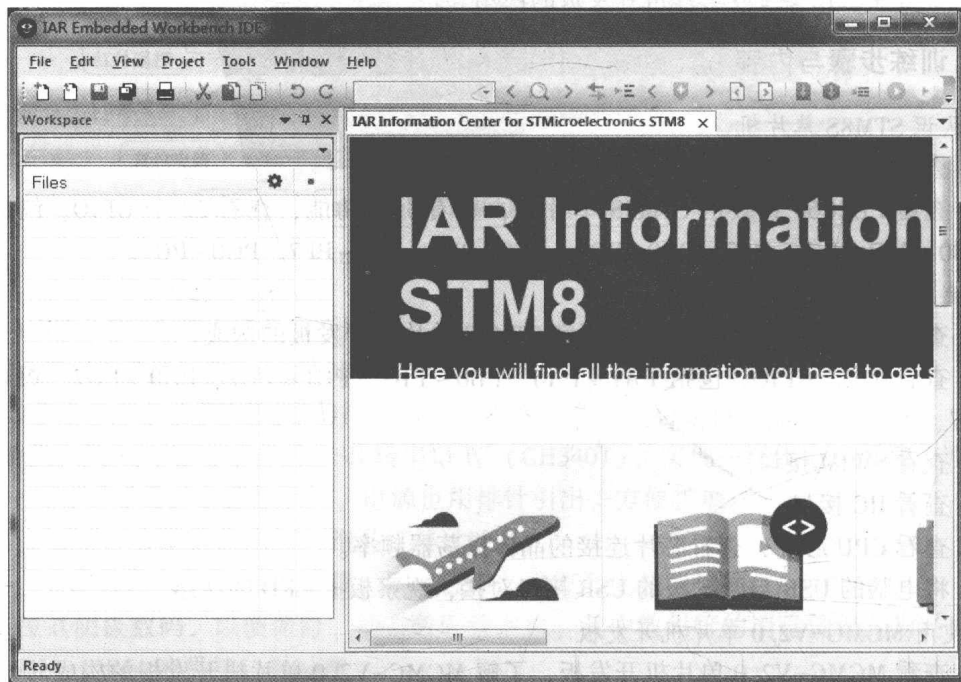

图 1-5 IAR 软件界面
- (1) 双击桌面 IAR 图标, 启动 IAR 开发软件, 启动后的 IAR 软件界面如图 1-5 所示。